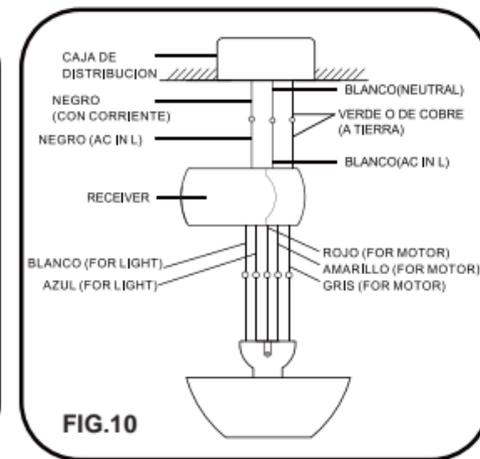

FIG.10
Paso 4. Conexiones eléctricas entre los cables del motor y el receptor: Conecte el cable ROJO del receptor con el cable ROJO del motor, el cable AMARILLO con el cable AMARILLO, y el cable GRIS con el cable GRIS. Para la luz, conecte el cable BLANCO del receptor con el cable BLANCO del motor, y el cable AZUL con el cable AZUL. (Fig.10)